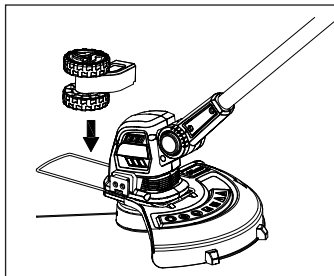
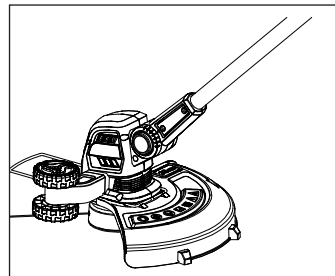

рис. 6
рис. 7
- В режиме подрезки краев необходимо установить колесо для подрезки на триммер. Вставьте колесо для подрезки в черный паз на корпусе двигателя (см. рис. 6). Убедитесь, что колесо надежно соединено с пазом. Затем сдвиньте защитный кожух, чтобы он не выступал (см. рис. 7).